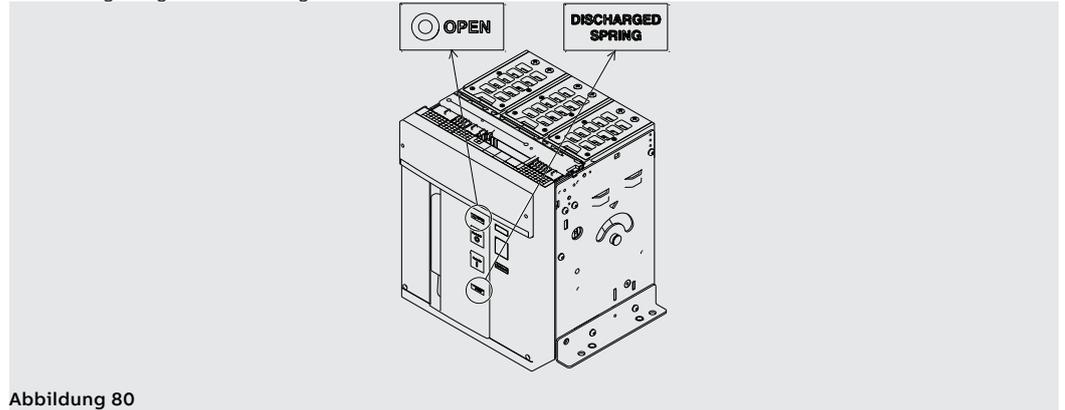

Abbildung 80
- Sicherstellen, dass der Leistungsschalter ausgeschaltet ist (Anzeige aus/ein "O - OPEN"), und prüfen, dass die Federn entspannt sind (Federnanzeige "weiß - DISCHARGED SPRING") wie angezeigt in Abbildung 80.